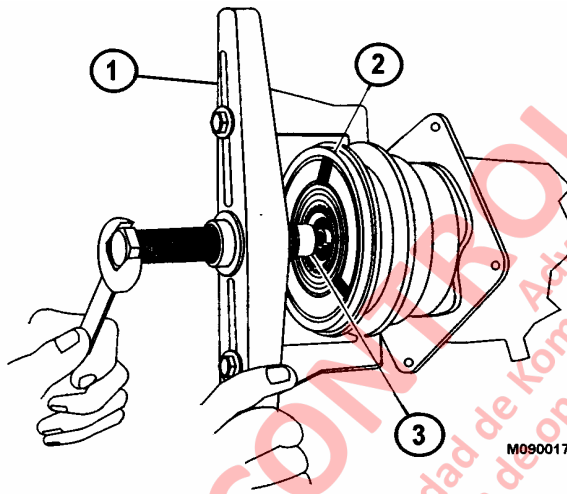

FIGURA 4-23
1. Con el conjunto del medidor del múltiple todavía conectado (después de descargar el sistema), conecte la manguera central al fitting de entrada de la bomba de vacío como se muestra en la Figura 4-23. Luego abra al máximo ambas válvulas manuales.